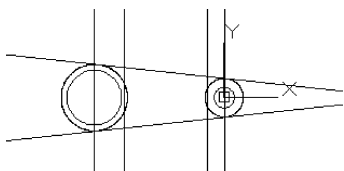

图 13-58 偏移辅助线
(9) 单击“默认”选项卡“修改”面板中的“偏移”按钮, 将绘制的外公切线, 分别向内偏移 10, 并将左边竖直线向右偏移 45, 将右边竖直线向左偏移 25。偏移结果如图 13-58 所示。